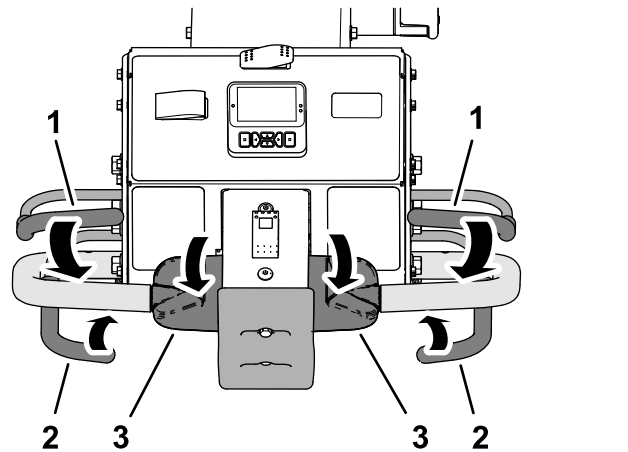

Figura 37
2. Premete una qualsiasi delle barre di presenza dell'operatore contro la maniglia, ruotate in avanti la parte superiore del comando di trazione e premete la barra di arieggiatura (Figura 37).